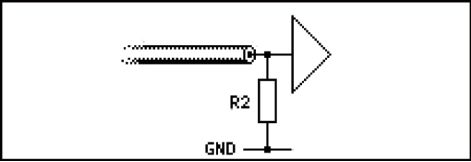

图 7-34 地端并联电阻的终止模式
- **Parallel R to GND**：地端并联电阻，如图 7-34 所示。并联在地输入接收端的电阻将和传输线阻抗相匹配。和电源端并联电阻一样，这也是一种终止线路信号反射的方法。